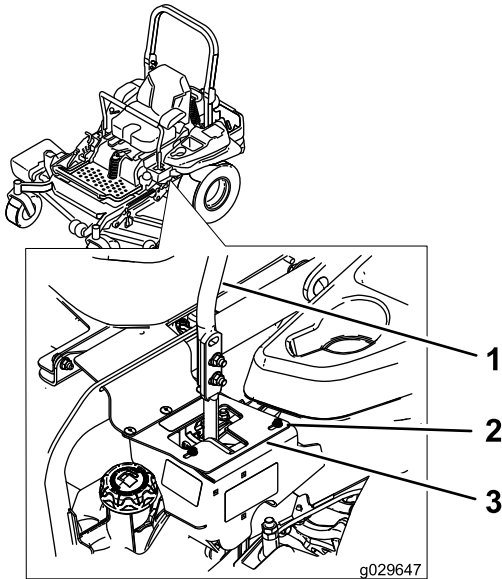

Figure 69
6. Si la machine se déporte à droite, desserrez les boulons et déplacez la plaque de butée gauche en arrière sur la fente en T gauche, jusqu'à ce qu'elle se déplace en ligne droite (Figure 69).
7. Si la machine se déporte à gauche, desserrez les boulons et déplacez la plaque de butée droite en arrière sur la fente en T droite, jusqu'à ce qu'elle se déplace en ligne droite (Figure 69).
8. Serrez les boulons de la plaque (Figure 69).